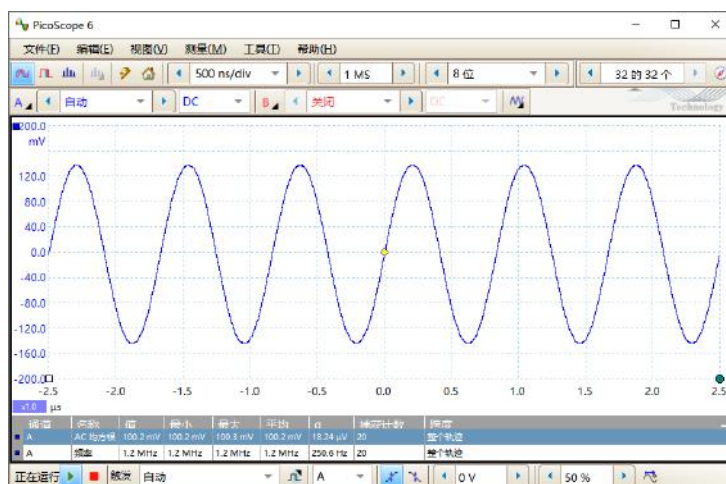

图70. 待测信号波形图
3. 打开函数信号发生器电源，将参数设置为“波形：正弦波”、“幅值：100 mVrms”、“频率：1 MHz”、“输出阻抗：高阻”，待测信号参数如图 70 所示：